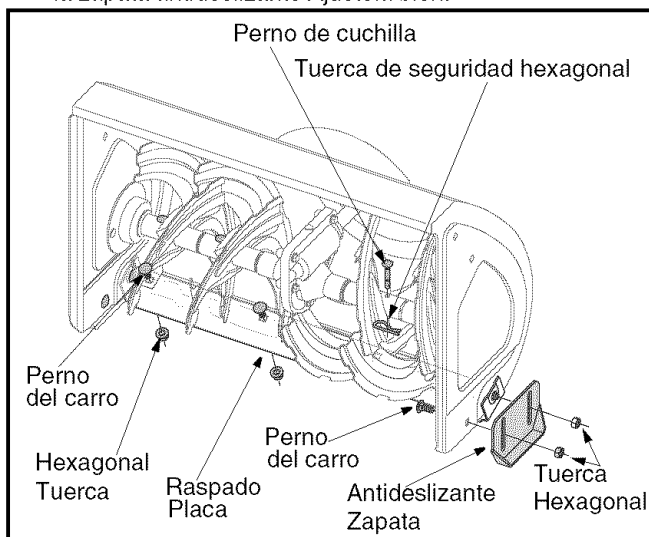

Figura 10
1. Saque los cuatro pernos de carro, las arandelas belleville y las tuercas hexagonales que ajustan las zapatas antideslizantes a los dos costados de la máquina quitanieve. Ver Figura 10 .
3. Para sacar la placa de raspado, saque la zapata y el resto de las piezas metálicas, incluyendo los pernos de carro, las arandelas belleville y las tuercas hexagonales que ajustan la placa de raspado a la caja de la máquina quitanieve. Por la ubicación de la placa de raspado, consulte Figura 10 .
Las barrenas están ajustadas al eje espiral con dos pernos de cuchilla y tuercas hexagonales de seguridad. Ver Figura 10 . Si golpea un objeto extraño o una barra de hielo, la máquina quitanieve está
diseñada de manera que los pernos se cortan. Si las barrenas no giran, verifique si los pernos se cortaron. Reemplácelos cuando sea necesario. Ver Figura 10 .